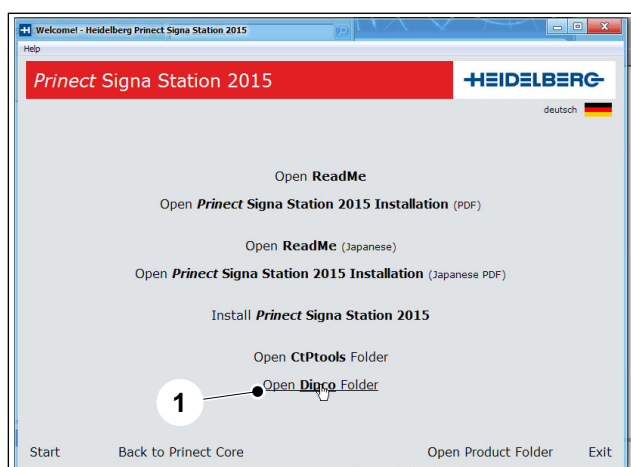

Abb. 4 Menü Prinect Signa Station 2015
4. Klicken Sie auf den Menüeintrag **Open Dipco Folder** (Abb. 4/1).